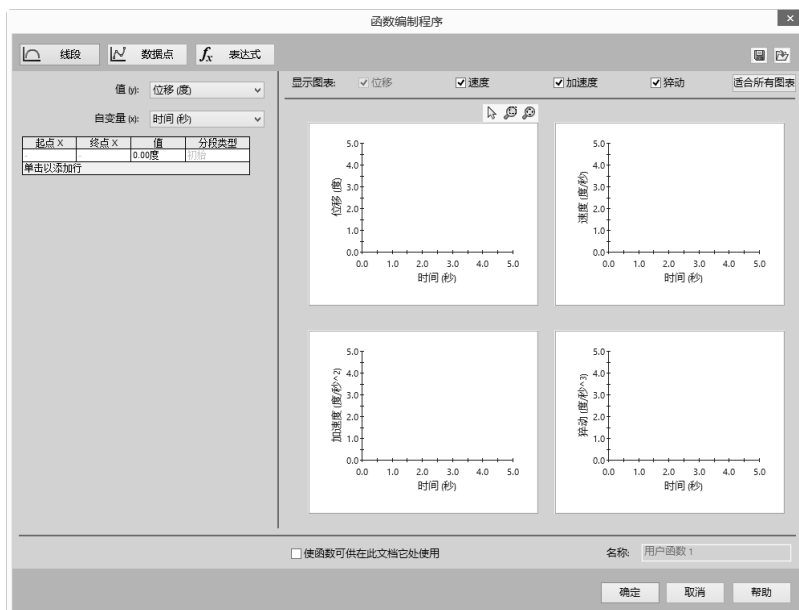

图 5-27 “线段”运动
- 线段：选定线段（猝动、速度、加速度）可以为插值时间和数值设定值，可弹出“函数编制程序”对话框，如图 5-27 所示。